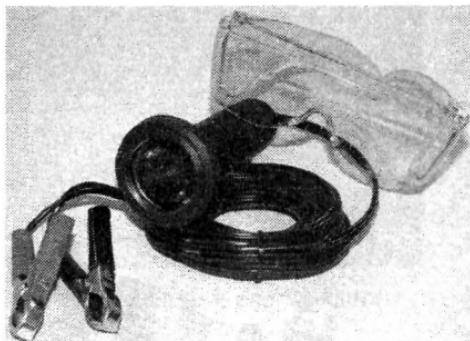

Рис. 4.9. Внешний вид ультрафиолетовой лампы
1. Ультрафиолетовые галоидные лампы (рис. 4.9).